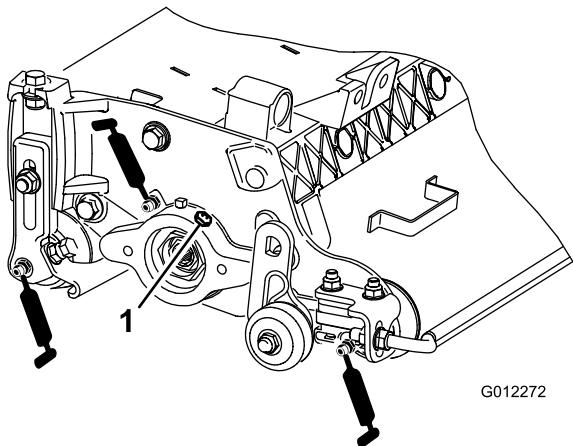

図8
1台のカッティングユニットに6カ所のグリスポイントがありますから（図8）、それぞれのポイントにNo.2 リチウム系汎用グリスを補給してください。
2. きれいなグリスがローラのシールやベアリングの逃がしバルブからはみ出していくまでグリスを注入する（図8）。